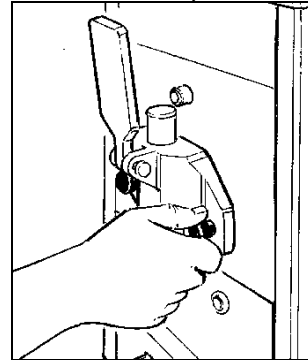

Fig. 32
- Une fois la bride bien insérée, fixez-la avec ses pommeaux en les vissant à fond (fig.32).